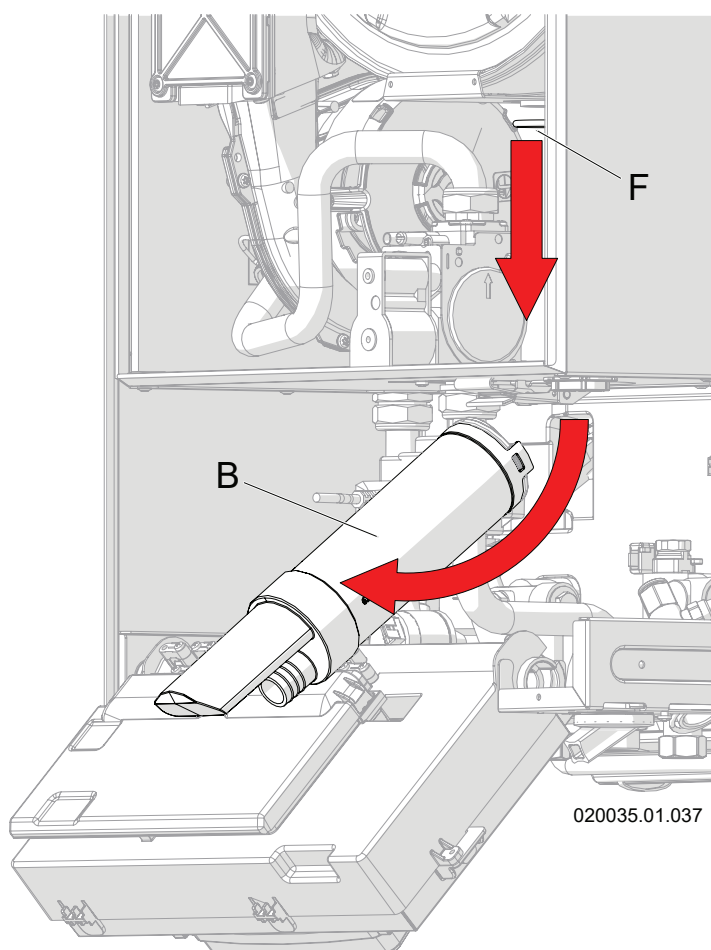

Figura 8-11 - Smontaggio sifone raccogli condensa
- 7.-estrarre verso l'esterno il sifone ruotandolo come indicato in Figura 8-11;